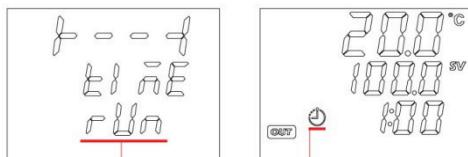

Рисунок 10
- 8.3.3. Чтобы запустить процесс нагрева по таймеру, нажать и удерживать нажатой 3 секунды кнопку «ТАЙМЕР». При этом на дисплее отобразится символ работы по таймеру, надпись time и три раза мигнёт надпись run. Затем контроллер перейдёт в режим нагрева по таймеру (Рисунок 10).